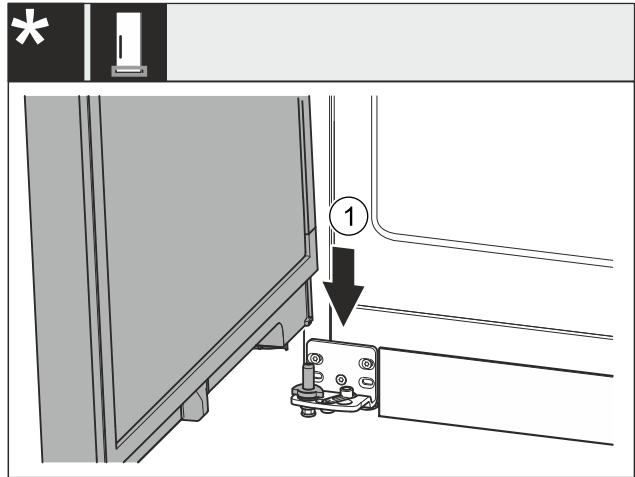

Fig. 43 *
- ▶ Установите дверь сверху на нижний опорный палец Fig. 43 (1)*.